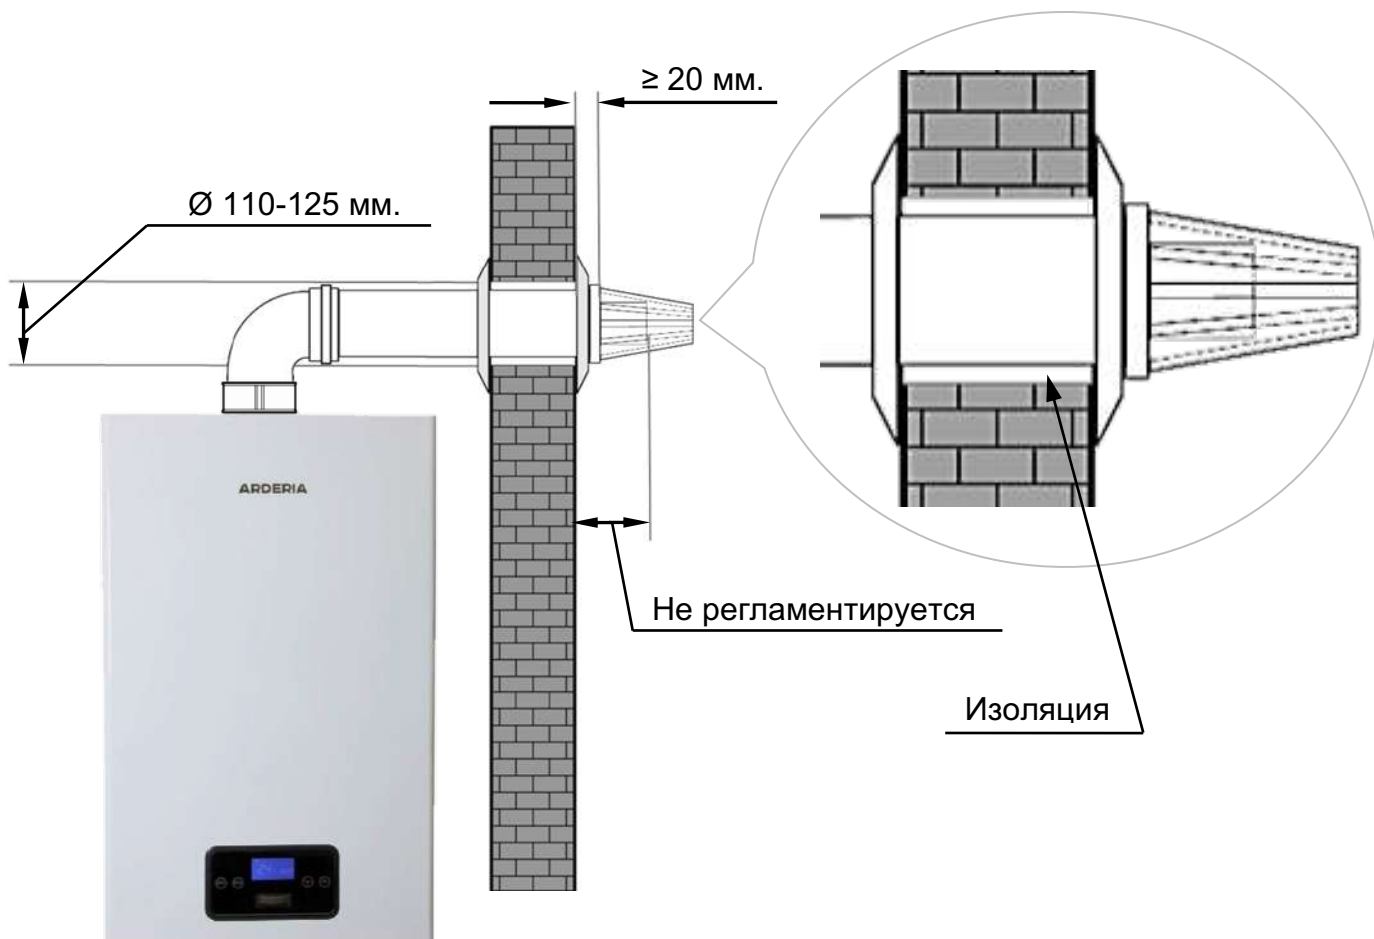

Рис. 26
- **Производитель рекомендует!** Край трубы забора воздуха после прохода сквозь стену должен выступать от стены не менее, чем на 20 мм. (См. Рис. 26).
- При прохождении трубы системы дымоудаления через стену **необходимо** изолировать её поверхность для исключения контакта со стеной. Изоляцию (См. Рис. 26) **необходимо** выполнить из негорячего теплоизолирующего материала, которым заполняется всё пространство зазора между стеной и поверхностью трубы системы дымоудаления. (См. Рис. 26).